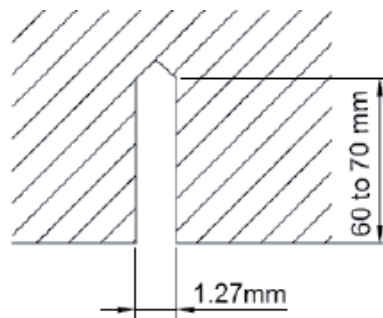

Fig.7
2. Installare i bulloni al soffitto in un luogo abbastanza forte per appendere l'apparecchio. Segnare le posizioni dei bulloni dal modello di installazione. Con un trapano, praticare fori da 12,7 mm (1/2 ") di diametro. (Fig. 7) .